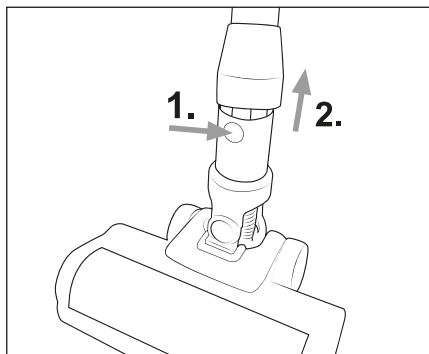

Fig. 9
- ◆ Pour retirer la brosse de sol ㉑ du tube d'aspiration ㉓, maintenez la touche de déverrouillage de la brosse de sol ㉑ enfoncée et retirez le tube d'aspiration ㉓ de la brosse de sol ㉑ (voir fig. 9).